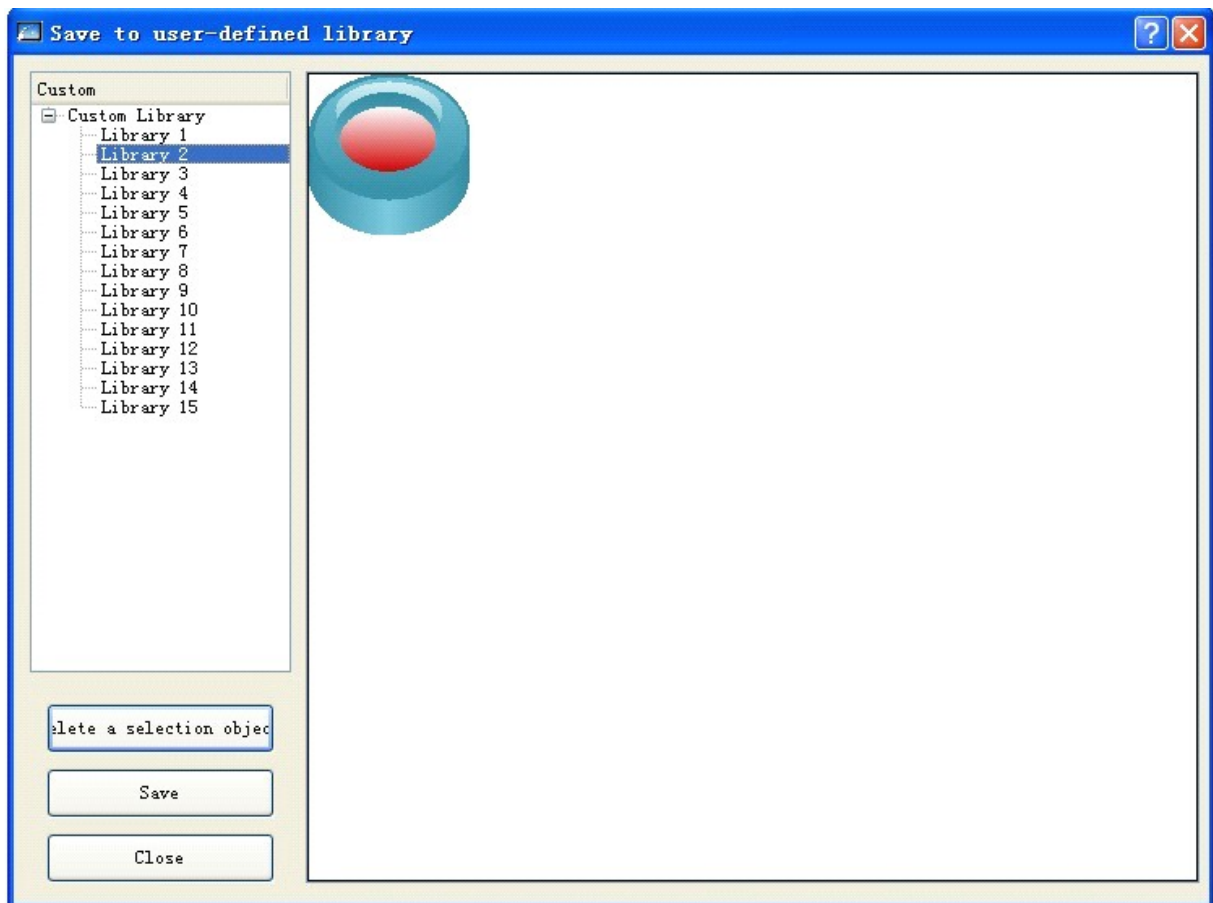

Рисунок 4-52 Окно выбора пути сохранения.
- Щелкните кнопку "Save to", выберите "library 2". Смотрите рисунок 4-52